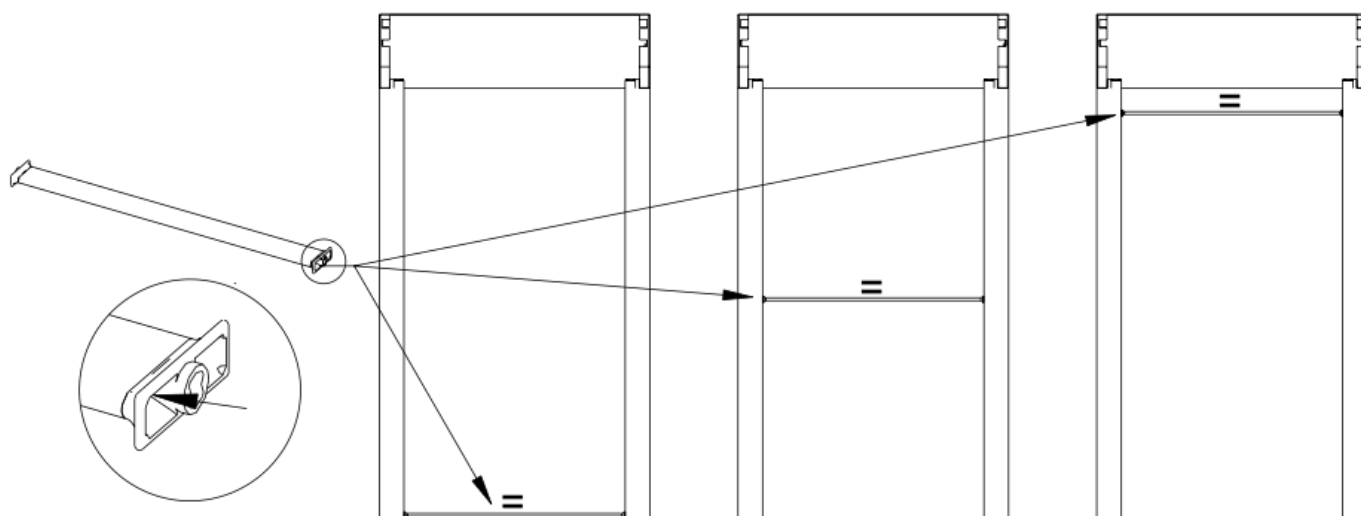

Fig.06
- Vérifier le parallélisme des guides en 3 points à l'aide de la pige fournie (Fig. 06)